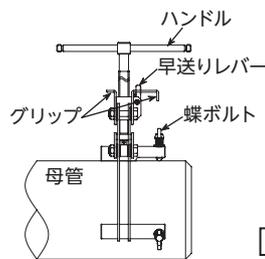

図3
- 3** 爪を開放状態にしたまま母管の適当な位置に乗せ、ハンドルを締め込み母管にパイプ溶接用外面クランプを固定する。(図3)